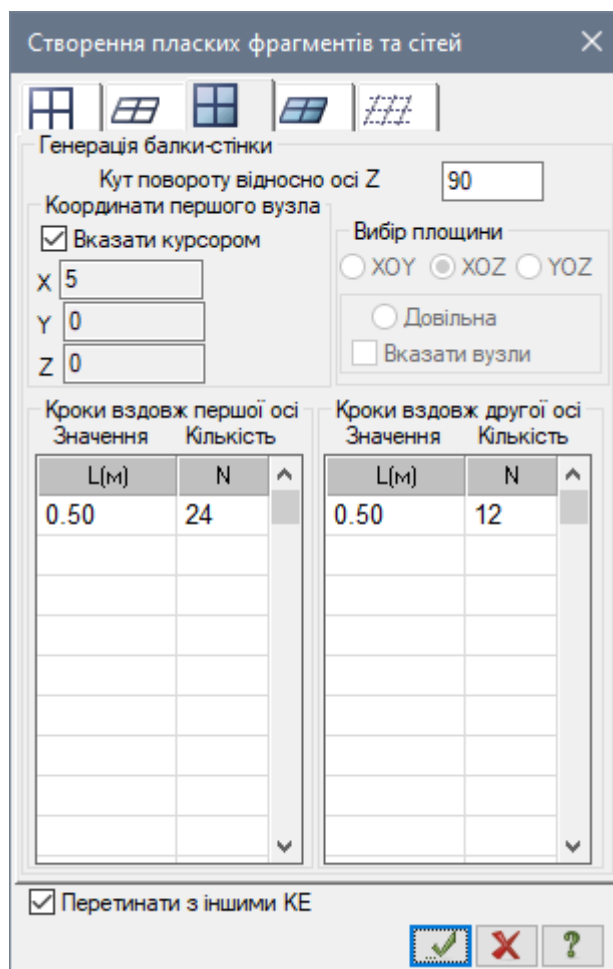

Рис. 4.5. Діалогове вікно Створення плоских фрагментів та сітей
- В таблиці діалогового вікна (рис. 4.5) задайте параметри діафрагми: